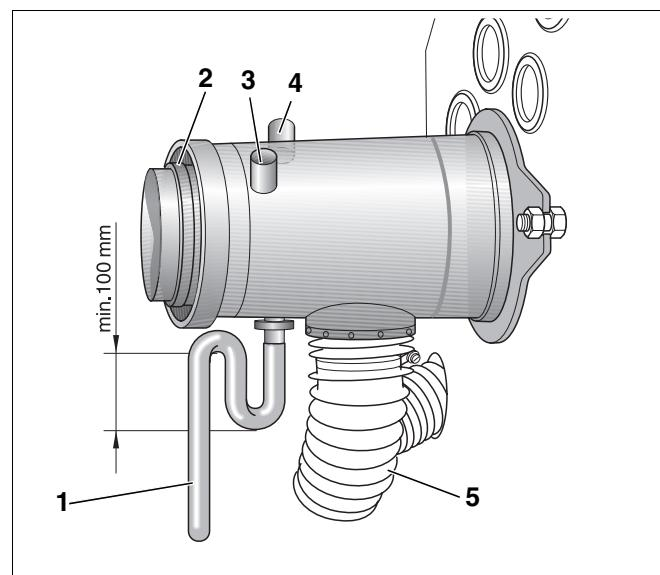
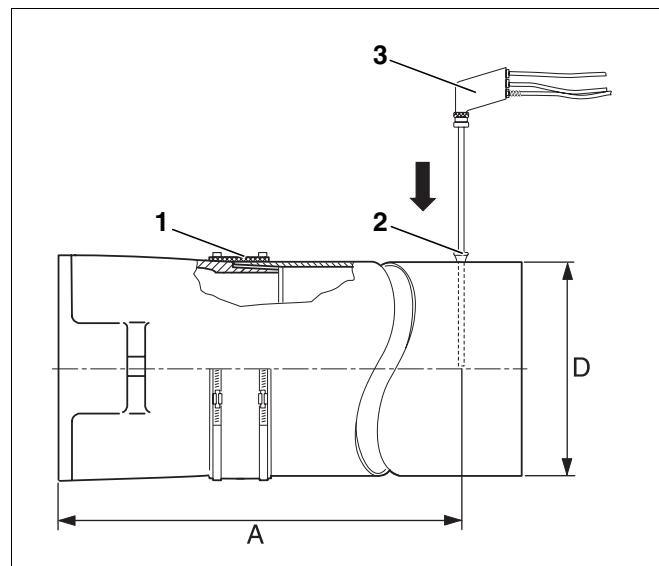

Рис. 14 Соединительный штуцер концентрической дымовой трубы
Рис. 15 Проведение замеров
Замеры осуществляются на присоединительном участке дымовой трубы (рис. 15, стр. 19) или на штуцере концентрической дымовой трубы (рис. 14).
Отверстие для замеров (муфта; рис. 15, поз. 2) должно находиться на расстоянии "A" (примерно 2 диаметра дымовой трубы "D") от патрубка дымовых газов (рис. 15). Если сразу после отопительного котла установлено колено для соединения с системой отвода дымовых газов, то замеры нужно производить до этого колена.
Мы рекомендуем установить уплотнительную манжету (рис. 15, поз. 1) для соединения котла с дымовой трубой.
- Опустить измерительный зонд (рис. 15, поз. 3) в центр потока (середина трубы), здесь дымовые газы имеют наивысшую температуру.